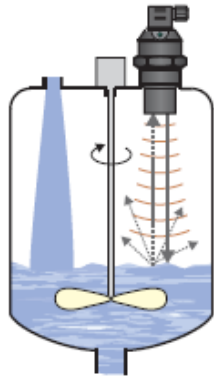

Fig. 11: Superfície moderadamente agitada
- e) O sinal ultrassónico pode ser dispersado ou atenuado se a superfície for ligeiramente instável ou ondulada (agitador, afluyente de líquidos, etc.). Isto pode resultar num encurtamento do intervalo de medições e no aumento do erro de medida (Fig.11).